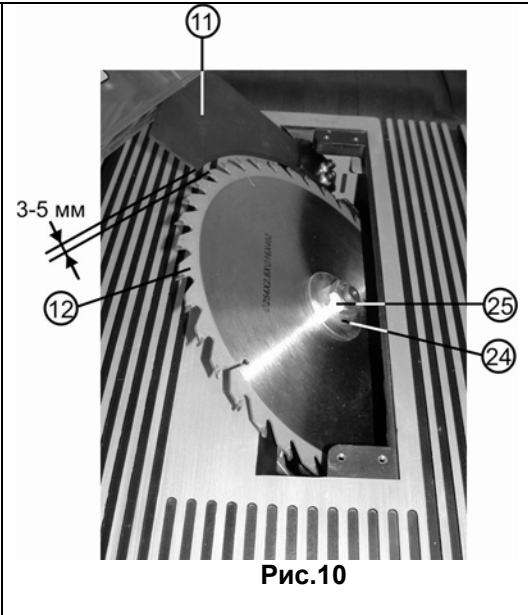

Рис.10
Выкрутите четыре установочных винта, снимите вкладыш стола (13). С помощью рукояток (5 и 15), Рис.8, приведите пильный диск (12) в положение, показанное на Рис.9. Ослабьте два винта (23) с внутренней шестигранной головкой с помощью шестигранного ключа и установите расклинователь (11) так, чтобы винты (23) вошли в пазы расклинователя (11). Расклинователь (11) установите таким образом, чтобы зазор между зубьями пильного диска (12) и дугой внутреннего радиуса расклинователя (11) составлял от 3мм до 5мм, Рис. 10. Затяните два установочных винта (23) расклинователя (11). Закрепите защитный кожух (9) на расклинователе (11).
**8.5. Замена пильного диска (Рис.10)**
**8.5.1. Снятие пильного диска (Рис.10)**
**8.5.2. Установка пильного диска (Рис.10)**
**ВНИМАНИЕ:** Перед установкой пильного диска следите, чтобы зубья пильного диска были направлены вниз в передней части пилы (Рис.10).